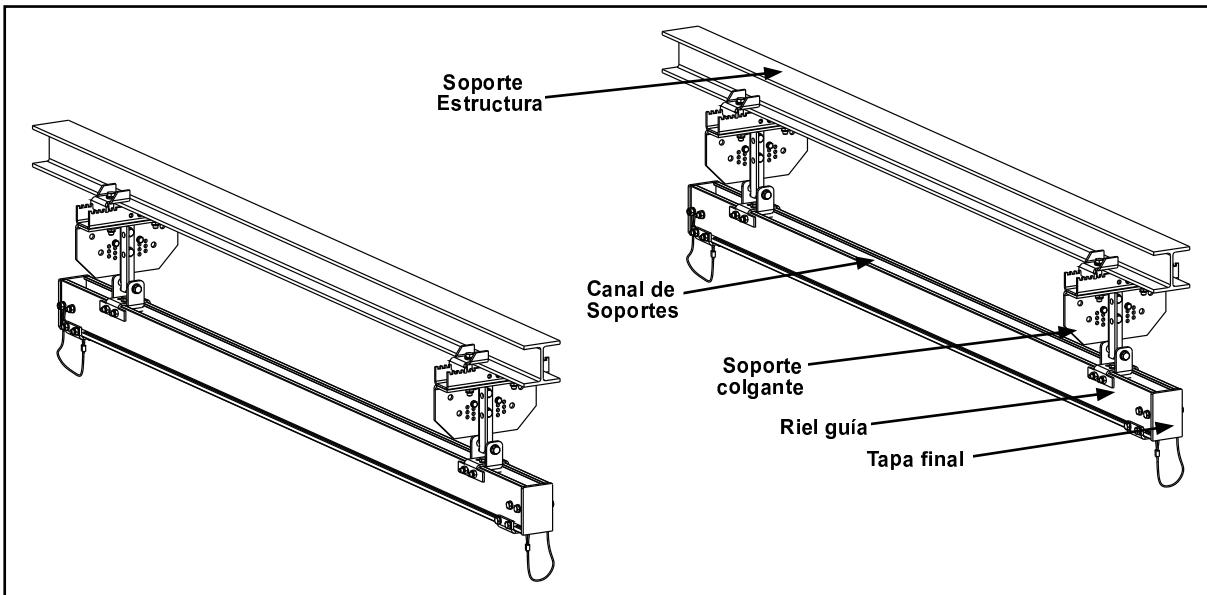

Figura 3-1
- Paso 3. Seleccione primer sección de riel para instalación y monte perchas en el Canal de soportes del Riel de acuerdo a plano de diseño. Vea Figura 3-1.